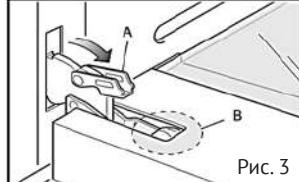

Рис. 3
- Потяните на себя фиксатор «А» (рис. 3.)
- Полностью откройте дверцу (рис. 3)